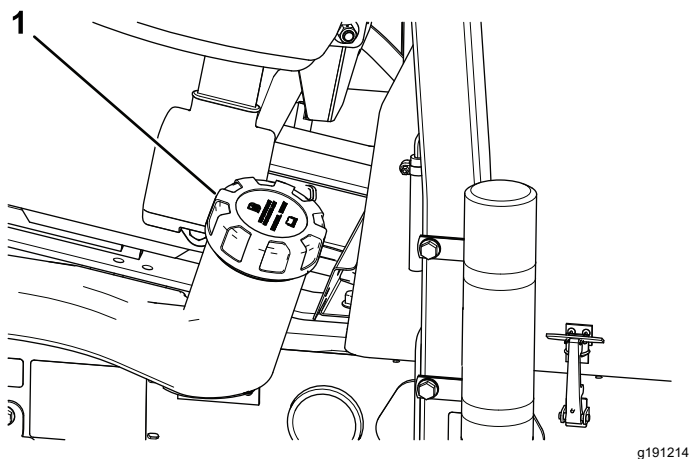

Figura 46
2. Limpe a área ao redor da tampa do tanque de combustível (Figura 46).